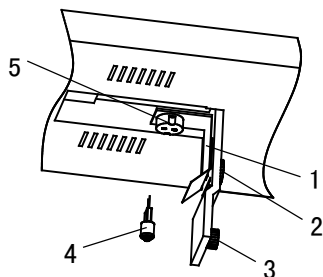

图 12
- 6) 灯泡装好后，插上电源线插头，接通电源，将物镜转入工作位置，调节聚光镜升降，如果照明不均匀，可稍微松动螺钉 2，便可移动灯座 5 进行调节(图 12)。